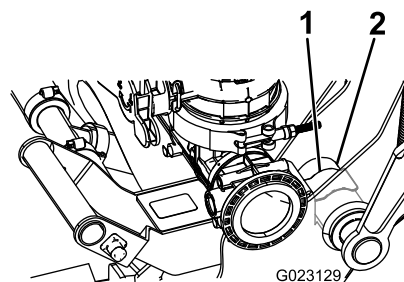

Figura 13
- D. Spingete finché la molla di serraggio non si chiuderà a scatto sul tubo orientabile, come illustrato nella Figura 13.